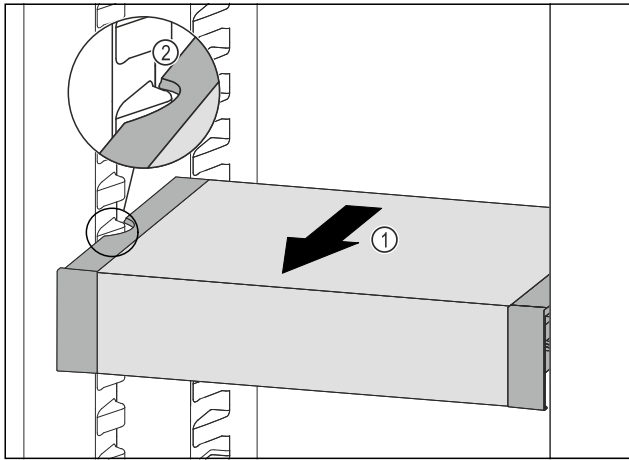

Fig. 113
► 向前拉动 VarioSafe Fig. 113 (1)，直至 VarioSafe 的侧部凹槽与冷藏区中的容器肋梁持平。Fig. 113 (2)